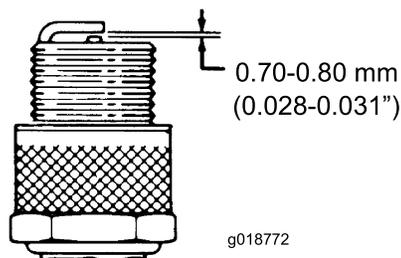

図 17
3. エアギャップを0.70-0.80 mmに調整する(0.70) (図 17)。点火プラグをエンジンに注意深く(ねじ山をナメないように)取りつける。